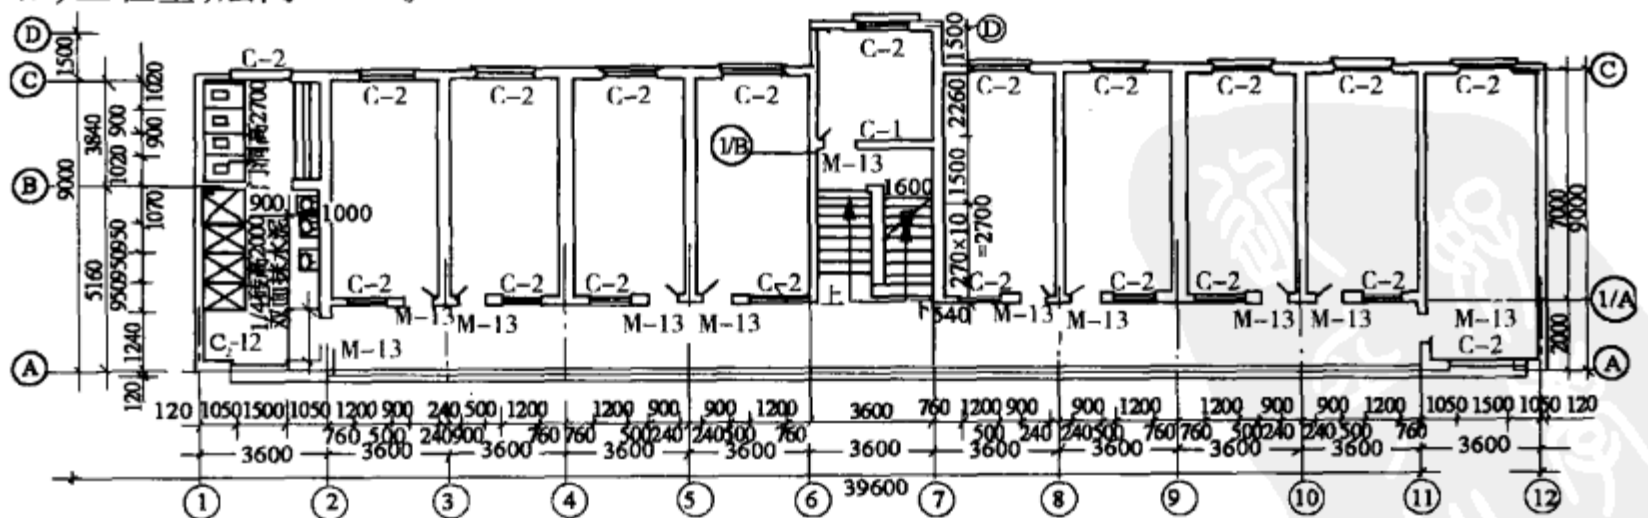

图 2-5 二三层平面图
**【例5】**求如图2-5所示二层楼梯间后房间内墙面上部的石灰拉条(注:下面为水泥内墙裙)工程量,层高3.5m。